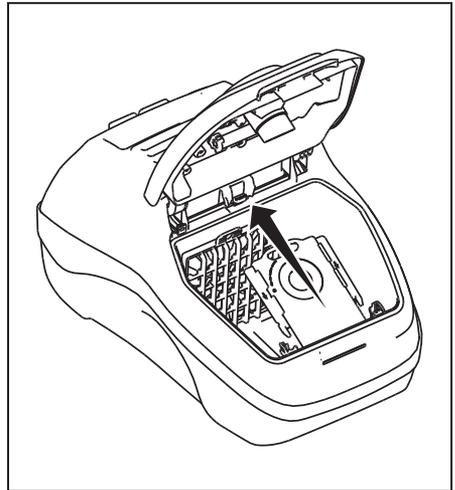

Fig. 2
- Retirez le couvercle du compartiment à sac (Fig. 2).